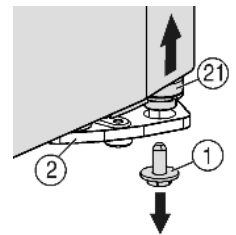

Fig. 6
- ▶ Unten rechts am Lagerbock die Sicherungsschraube Fig. 6 (1) herausdrehen.
- ▶ Der Lagerbolzen Fig. 6 (2) löst sich aus dem Lagerbock Fig. 6 (2).
- ▶ Falls sich der Lagerbolzen Fig. 6 (21) nicht löst, den Bolzen von unten herausdrücken.
- ▶ Sicherungsschraube Fig. 6 (1) unten in den Lagerbolzen eindrehen und festziehen (**mit 4 Nm**).